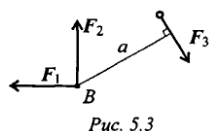

Рис. 5.3
3. Найти момент присоединенной пары при переносе силы F_3 в точку B (рис. 5.3). $F_1 = 10 \text{ кН}$; $F_2 = 15 \text{ кН}$; $F_3 = 18 \text{ кН}$; $a = 0,2 \text{ м}$.